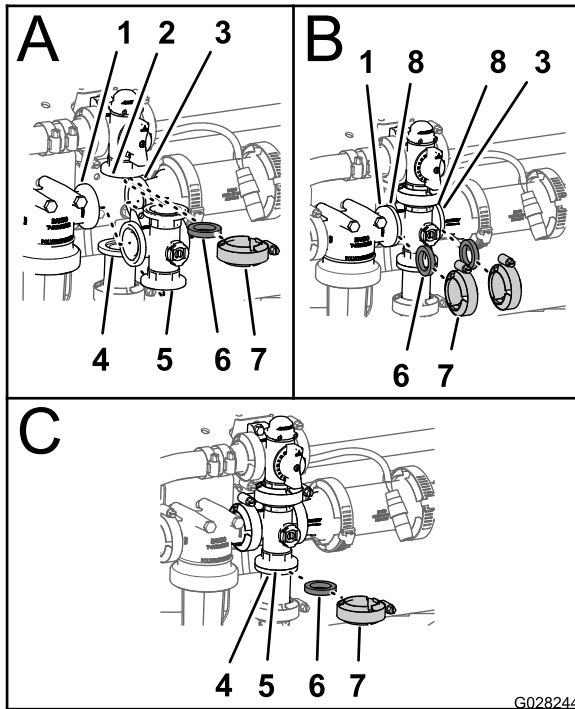

Figura 87
- Allineate la flangia della valvola di bypass dell'agitatore, 1 guarnizione e la flangia del raccordo del tappo terminale del collettore della valvola dell'agitatore (A di Figura 87).
- Montate la valvola di bypass dell'agitatore, la guarnizione e il collettore della valvola dell'agitatore con un morsetto serrato manualmente (A di Figura 87).
- Allineate 1 guarnizione tra le flange della testa del filtro della pressione e il collettore della valvola dell'agitatore (B di Figura 87).
- Montate la testa del filtro della pressione, la guarnizione e il collettore della valvola dell'agitatore con un morsetto serrato manualmente (B di Figura 87).
- Allineate 1 guarnizione tra le flange del collettore della valvola dell'agitatore e il giunto del riduttore (B di Figura 87).
- Montate il collettore della valvola dell'agitatore, la guarnizione e il giunto del riduttore con un morsetto serrato manualmente (B di Figura 87).
- Allineate 1 guarnizione tra le flange del collettore della valvola dell'agitatore e il raccordo dell'adattatore per la valvola di accelerazione dell'agitatore (C di Figura 87).
- Montate il collettore della valvola dell'agitatore, la guarnizione e il raccordo dell'adattatore con un morsetto serrato manualmente (C di Figura 87).